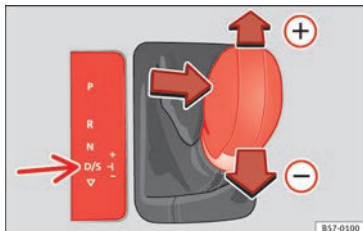

Fig. 192 Console centrale: cambio del rapporto di marcia con tiptronic.
- Tirare la leva selettoria in avanti **+** per inserire una marcia superiore **» fig. 192**.